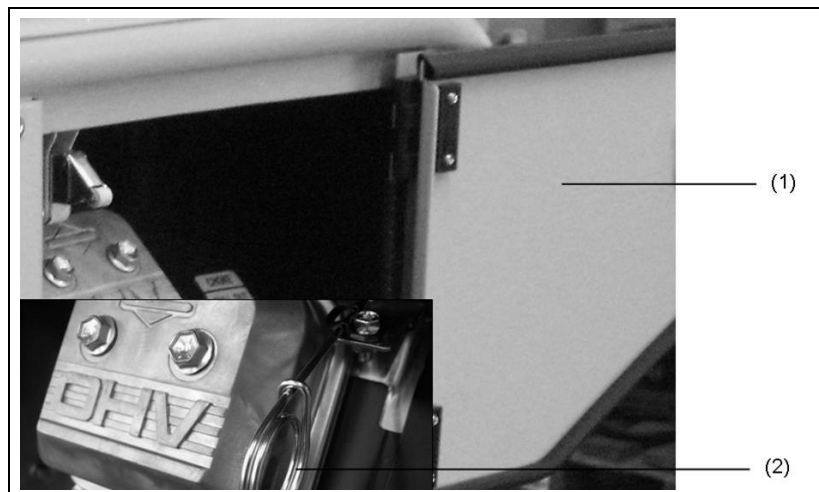

Fig. 4-1: Tirar del estárter
1. Abrir la tapa lateral (véase Fig. 4-1-(2)).
2. Tirar del estárter manualmente (Fig. 4-1-(2)) (con el motor frío hasta el tope / con el motor caliente algo menos) y sujetarlo.
4. Volver a situar el estárter (Fig. 4-1-(1)) en la posición básica.
1. Abrir la tapa lateral (Fig. 4-1-(1)).